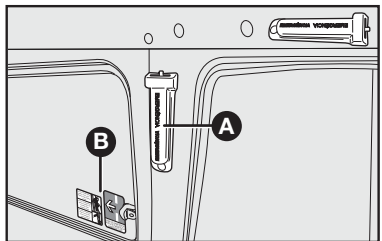

fig. 39
- Puxe a proteção plástica **A-fig. 39** do martelo de segurança;
- Bata firmemente com o martelo no vidro para quebrá-lo, conforme recomendação nos adesivos **B-fig. 39** colocados nas janelas indicadas para saída de emergência.